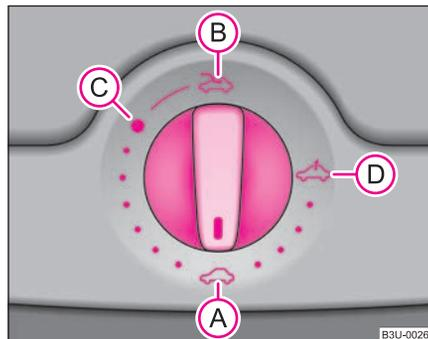

Abb. 30 Drehschalter für das elektrische Schiebe-/Ausstelldach
Das Schiebe-/Ausstelldach wird mit dem Drehschalter ⇒ Abb. 30 bedient und funktioniert nur bei eingeschalteter Zündung. Der Drehschalter hat mehrere Raststellungen.
- Drehen Sie den Schalter in Stellung **(C)** ⇒ Seite 42, Abb. 30.
- Drehen Sie den Schalter in Stellung **(A)** ⇒ Seite 42, Abb. 30.
Das Schiebe-/Ausstelldach ist mit einem Überlastungsschutz ausgestattet. Das Schiebe-/Ausstelldach stoppt und kehrt einige Zentimeter zurück, wenn es sich durch ein Hindernis (z. B. Eis) nicht schließen lässt. Das Schiebe-/Ausstelldach können Sie ohne Überlastungsschutz ganz schließen, wenn Sie den Schalter in Stellung **(A)** ⇒ Seite 42, Abb. 30
Nach jeder Notbetätigung (mit Innensechskantschlüssel) muss das Schiebe-/Ausstelldach in die Grundstellung gebracht werden. Deshalb müssen Sie den Drehschalter in die Schalterstellung **A** ⇒ Seite 42, Abb. 30 etwa 10 Sekunden lang vorn drücken. ■